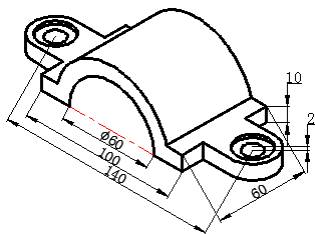
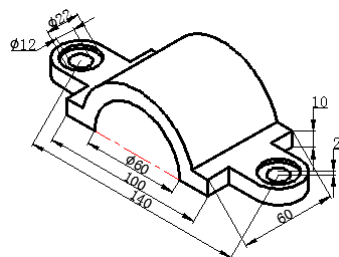

图 12.2.18 创建直径标注
图 12.2.19 创建其他直径标注
Step2. 创建直径标注。创建图 12.2.18 所示的直径标注。选择下拉菜单 **标注(N)** → **对齐(A)** 命令，选取两个端点，使其分别定位于第一原点与第二原点，在命令行输入字母 T（即选择提示中的文字(T)选项）并按 Enter 键，输入 %%C60 后按 Enter 键，在空白区域中单击一点以确定尺寸放置的位置；完成其他直径的标注，结果如图 12.2.19 所示。